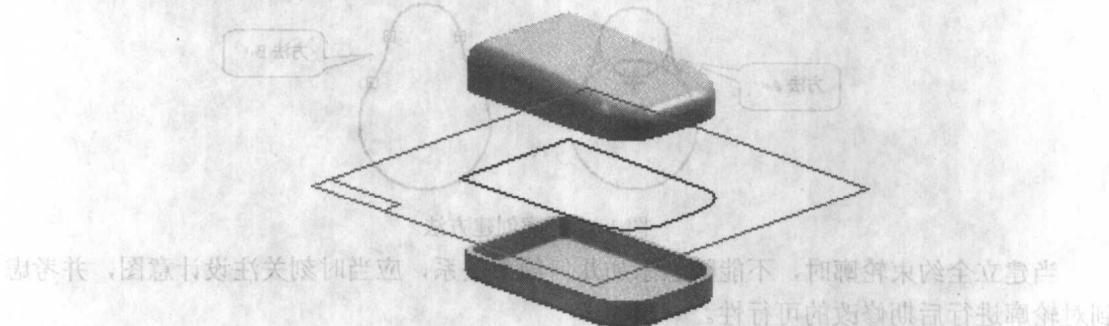

图 1-3 装配布局中使用草图
在装配布局中，使用草图的优点（图 1-3）：(1) 零件之间共享图形；(2) 整体控制零件；(3) 布局草图更新时，相关零件会自动更新。